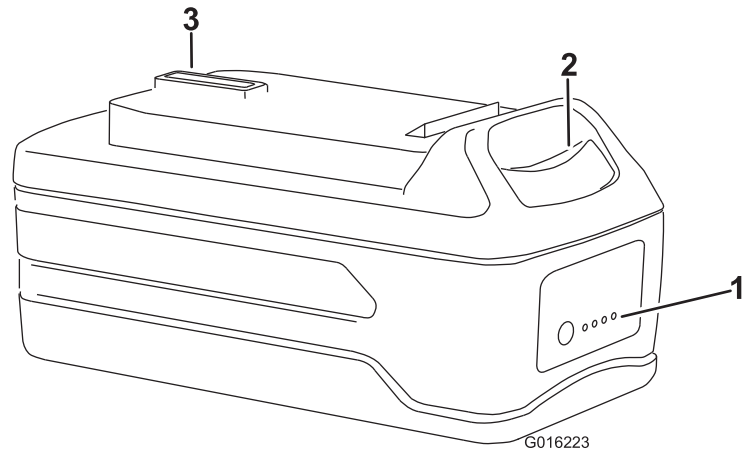
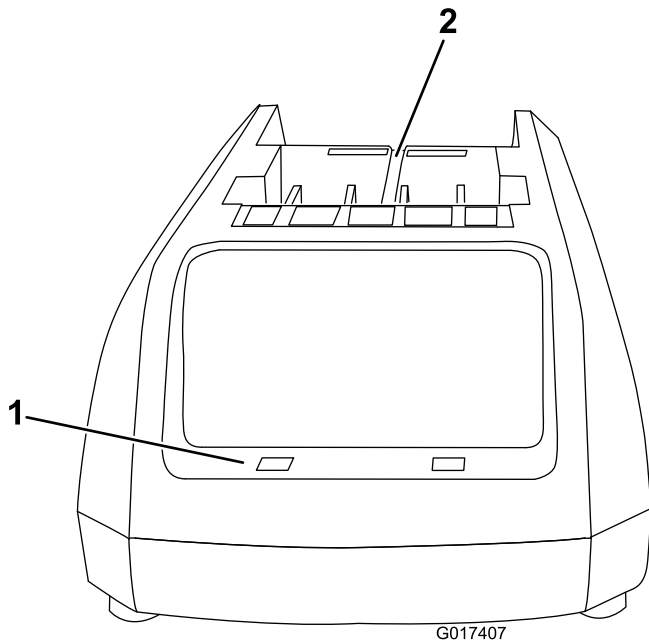

Figura 6
Figura 5
1. Ponga la batería boca abajo y alinee el terminal de la batería con la ranura del cargador (Figura 5 y Figura 6).